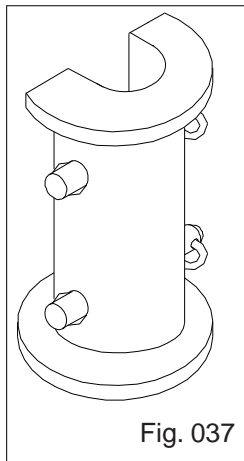

Fig. 037
a)- Primeiramente levante a plantadora utilizando o comando do cilindro hidráulico, em seguida trave o cilindro utilizando a trava Fig.037